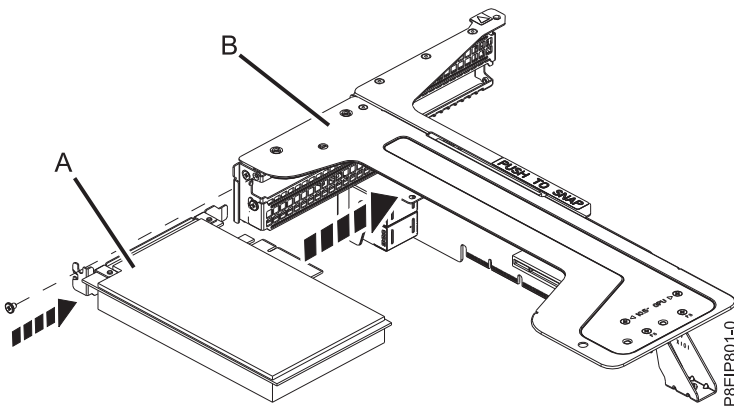

Figure 50. Insertion d'une carte dans la position 3 du connecteur de bus PCIe
- b. Insérez la carte PCIe (A) se trouvant en position 3 dans le connecteur de bus de la carte PCIe (B) comme illustré dans la figure 50.